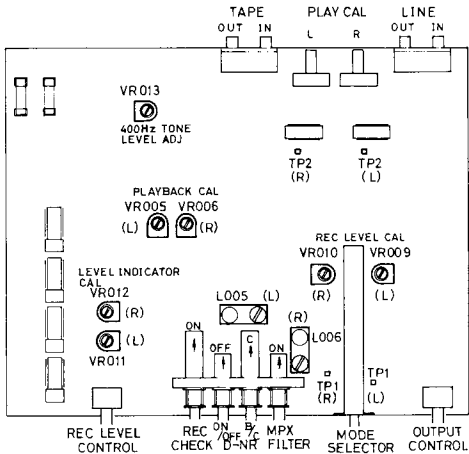

Fig. 1. Circuit principal
Note: Pour les appareils portant un numéro de série jusqu'à NE55434, qui incorporent une plaquette de CI principal "X-495C", l'implantation des potentiomètres VR005 (G) et VR006 (D) est inversée. (La Fig. 1 illustre la configuration de "X-495D").